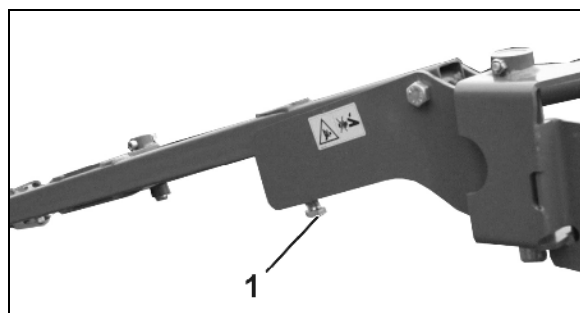

Рис. 111
- Установка большей рабочей глубины маркера: **выверните** винт (Рис. 111/1) и законтрите его гайкой.
- Установка меньшей рабочей глубины маркера: **вверните** винт (Рис. 111/1) и законтрите его гайкой.